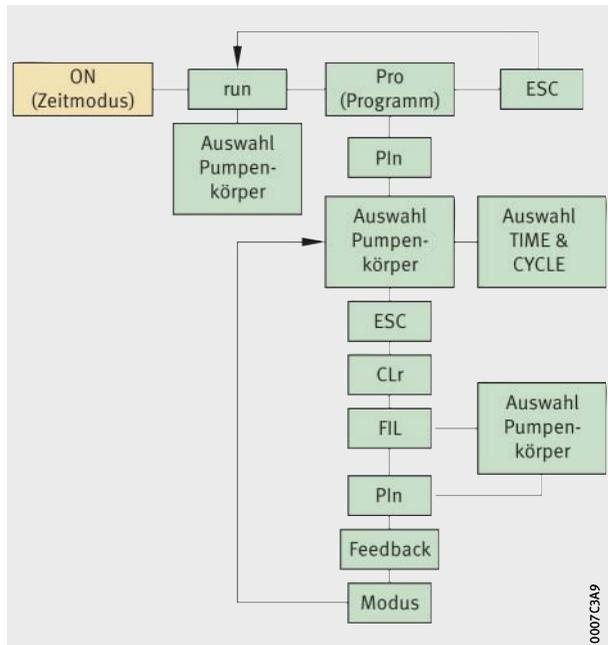

Bild 15
- Zeitsteuerung (Zeitmodus) durch integrierten Mikrocontroller (Grundeinstellung), *Bild 15*